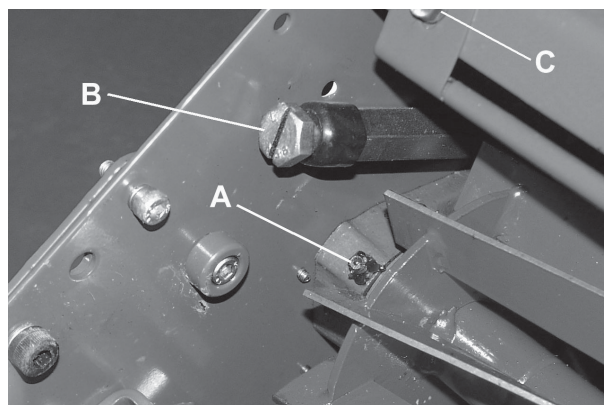

Fig. 8.8
8.8 REGOLAZIONE DELLA PARTE CONCAVA (FIG. 8.8)